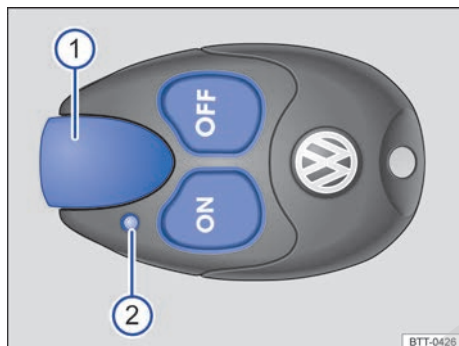

Fig. 99 Calefacción independiente: mando a distancia por radiofrecuencia.
- **Conectar:** Pulse la tecla **ON** → fig. 99 o **☺**. La calefacción independiente está conectada cuando el testigo de control se enciende aprox. 2 segundos en verde.
Cuando se pulsan las teclas, el testigo de control → fig. 99 (2) proporciona al usuario diversa información.
Para obtener el alcance máximo, mantenga el mando a distancia en vertical con la antena → fig. 99 (1) hacia arriba y sin cubrir.